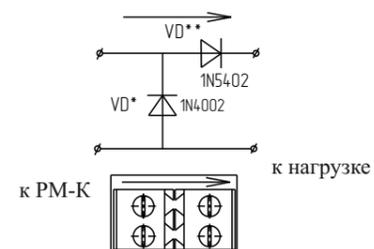

Рисунок 3
5.7 Устройство подключения нагрузки состоит из аналоговных диодов, установленных на плату с клеммными колодками (Рисунок 3).